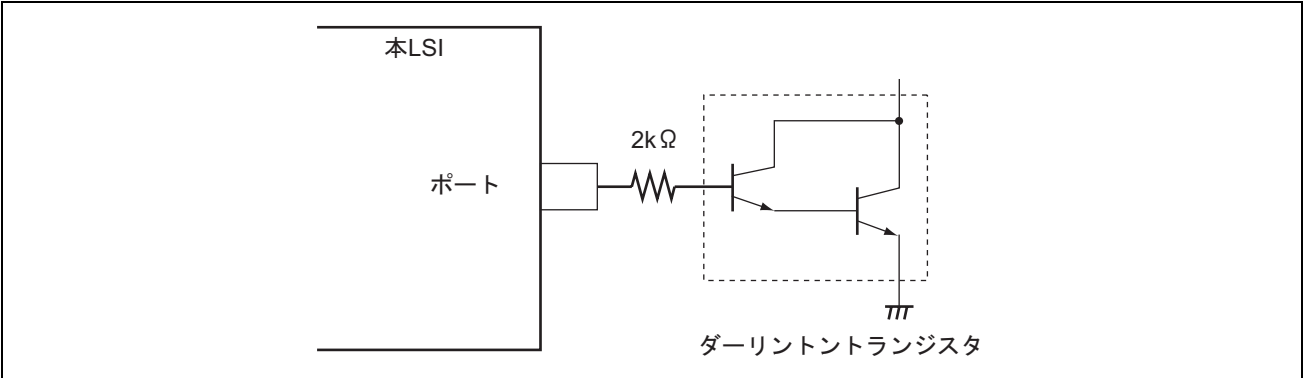
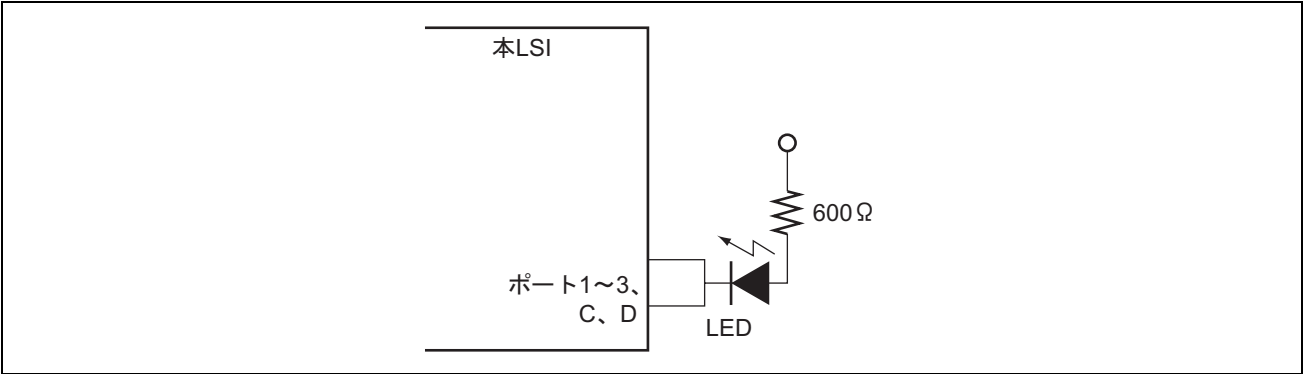

図 28.1 ダーリントントランジスタ駆動回路例
図 28.2 LED 駆動回路例
2. ダーリントントランジスタや、LED を直接駆動する場合には、図 28.1、図 28.2 に示すように出力に必ず電流制限抵抗を挿入してください。